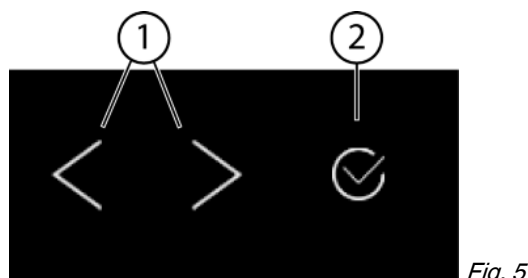
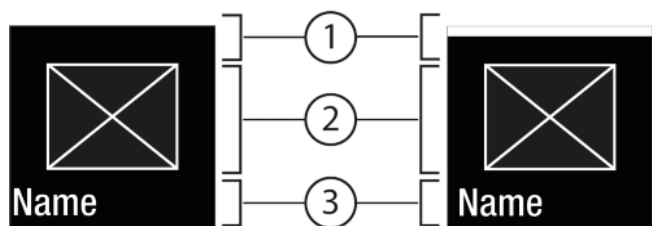
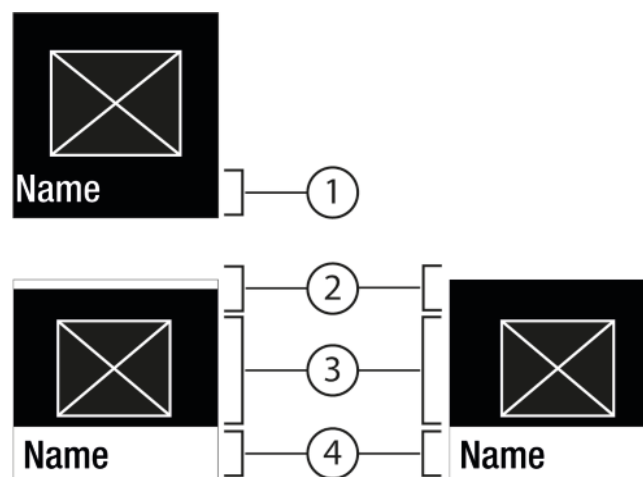

Fig. 5
Fig. 6
Fig. 7
- (1) Freccia di navigazione sinistra / destra (2) Conferma
Freccia di navigazione sinistra / destra Fig. 5 (1):
Conferma Fig. 5 (2):
- Navigare con la freccia di navigazione sinistra / destra Fig. 5 (1).
- Con Conferma Fig. 5 (2) attivare / disattivare la funzione Fig. 6 (1) / impostazione Fig. 6 (1).
- Con Conferma Fig. 5 (2) richiamare il sottomenu Fig. 7 (4).
- Impostare un valore nuovo: Con Conferma Fig. 5 (2) selezionare un valore disattivato Fig. 6 (1).
- Ritorno al menu: Con Conferma Fig. 5 (2) selezionare un valore già attivato Fig. 6 (2).
- Premere le frecce di navigazione *Fig. 5 (1)* fino a visualizzare la .
- Premere Conferma *Fig. 5 (2)*.
- Premere le frecce di navigazione *Fig. 5 (1)* fino a visualizzare la funzione.
- Selezionare il valore di impostazione con le frecce di navigazione *Fig. 5 (1)*.
- ▷ Stato: attivato *Fig. 6 (1)* è visualizzato brevemente nel sottomenu *Fig. 7 (4)*.
- Premere le frecce di navigazione *Fig. 5 (1)* fino a visualizzare Impostazioni
- Premere le frecce di navigazione *Fig. 5 (1)* fino a visualizzare l'impostazione desiderata.
- Premere Conferma *Fig. 5 (2)* per 3 secondi.